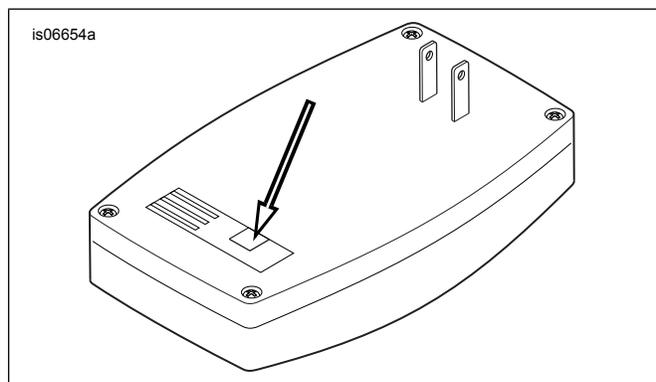

Figure 2. Récepteur de l'ouvre-porte de garage, vue arrière
7. Voir Figure 2 . Brancher le connecteur de l'ensemble de câble du récepteur de l'ouvre-porte de garage Harley-Davidson sur l'arrière du récepteur de l'ouvre-porte de garage Harley-Davidson à l'emplacement indiqué.